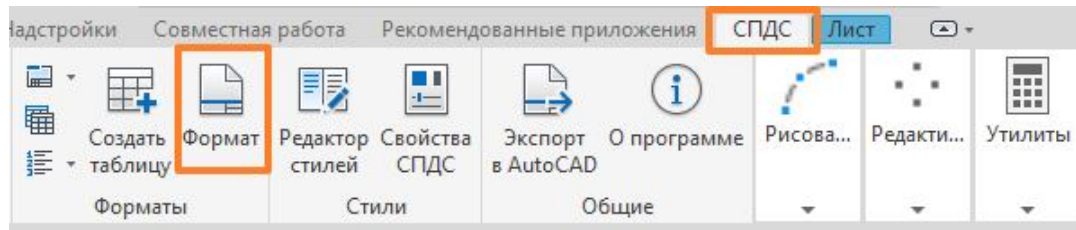

Рисунок 9.13 – Вкладка **СПДС**
2. Перейдіть на вкладку **СПДС** на стрічці для налаштування рамки та основного напису креслення. Оберіть кнопку **Формат** (рис. 9.13).